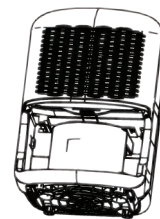

Fig. 11
- Afferrare la linguetta sul filtro e premere leggermente per estrarlo tirando verso il basso. (vedi Fig.11 ~ 13).